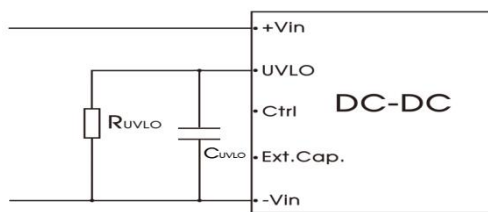

图 9
3. UVLO 引脚可以通过外部电阻 RUVLO 调节输入欠压保护点, RUVLO 的具体数值请参考图 9, 如果该引脚悬空, 欠压保护点为 11V。
3. 电阻  $R_{UVLO}$  用于调节输入欠压保护点，取值可参考图 9。